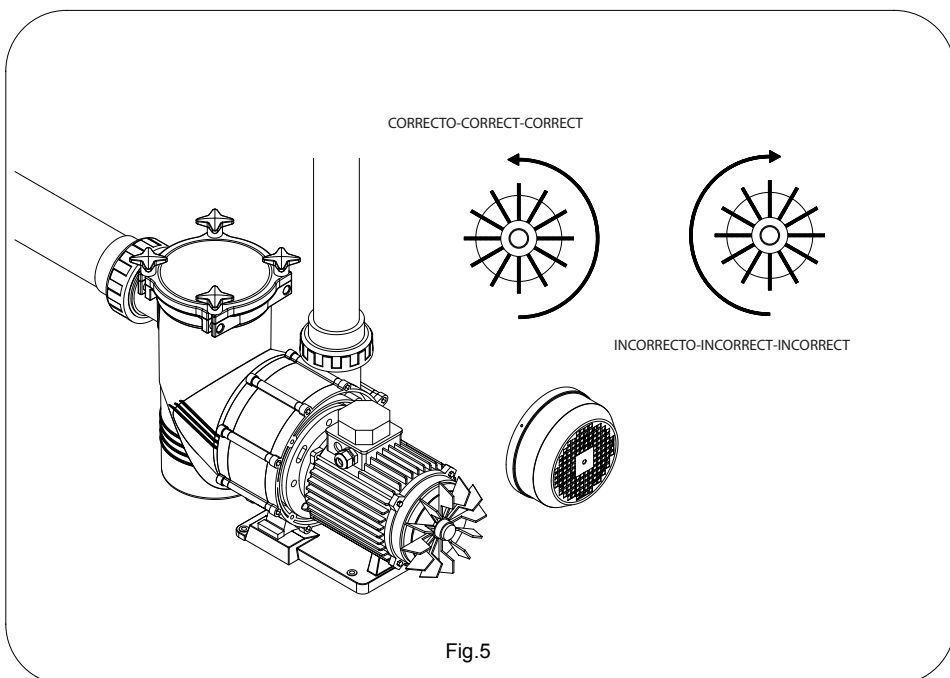

Fig.5
- Sur les moteurs triphasés, vérifier que le sens de rotation du moteur est correct en regardant le ventilateur situé dans la partie arrière de la pompe à travers la mirette du couvercle du ventilateur (Fig.5).